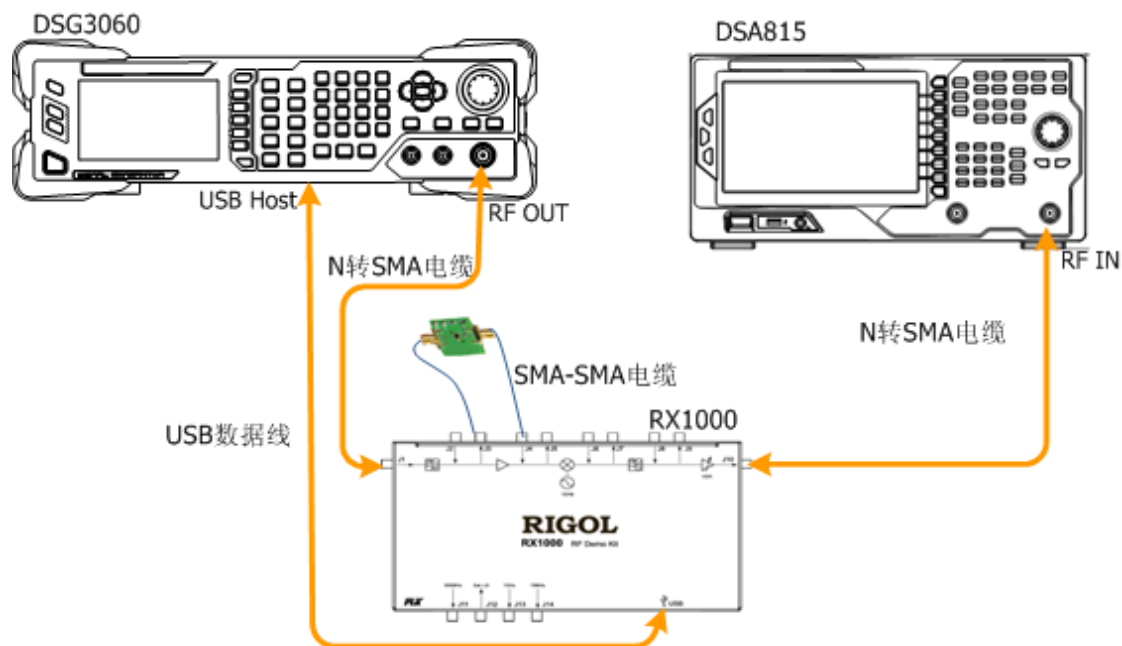

图 8 放大器性能对系统的影响
- 按图 8 所示，使用 USB 数据线连接 DSG3000 系列射频源和 RX1000；使用一根 N-SMA 线缆连接 RX1000 的 J1 端子和射频源的 RF 输出端；使用另一根 N-SMA 线缆连接 RX1000 的 J10 端子和频谱仪的射频输入端；使用两根 SMA-SMA 线缆将放大器连接至 J3 和 J4（替换模块内部放大器）。